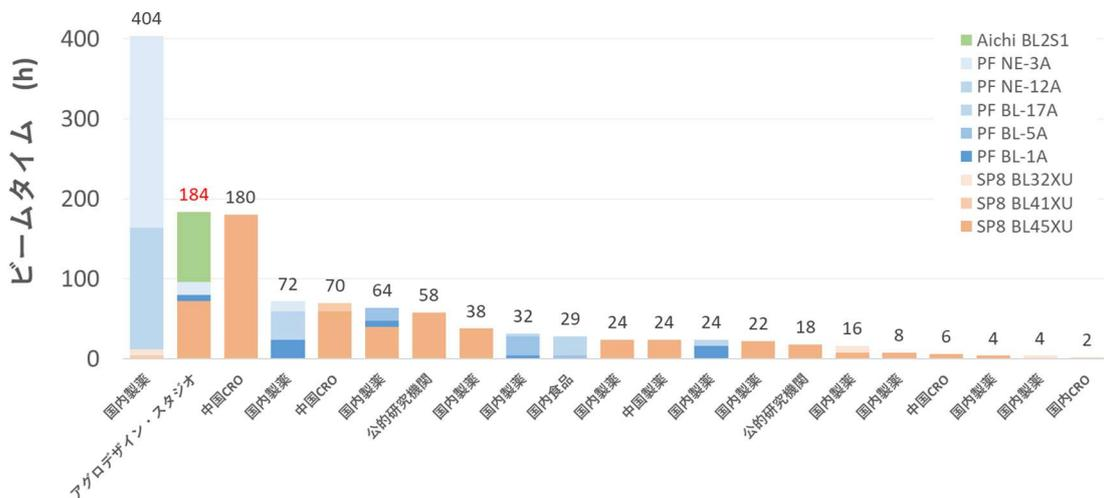

図4 国内放射光ビームライン成果占有(商用)測定時間数（2022年8月～12月）※公知情報より当社調べ
当社は自社創農薬のために放射光施設での豊富なビームタイム（測定時間）を利用してきました。国内外の放射光施設の SPring-8、高エネルギー加速器研究機構 Photon Factory (PF)、あいちシンクロトロン光センター (AichiSR)、スイス国 Swiss Light Source (SLS)、フランス国 European Synchrotron Radiation Facility (ESRF) のビームタイムを合計で週に1度以上のペース（年間300時間以上）確保しているため、迅速にデータ収集を行えることが当社の強みの一つです（図4）。このうち、SPring-8とPFは夏季に長期運転休止期間がありますが、AichiSRとSLS（2024年はESRFで代替）は日本の夏季も稼働しております。特に